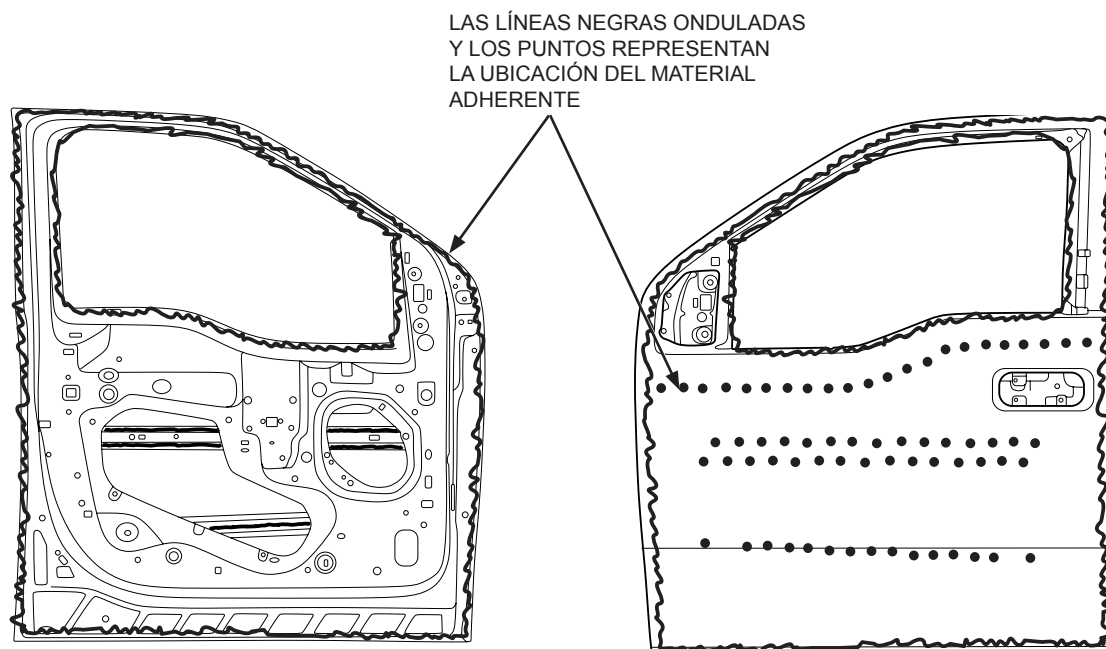

FIGURA 1
15. Aplique material adherente para metales en las siguientes áreas: reborde de la pestaña de repuesto, barra vibratoria de conexión al panel exterior y refuerzo de la correa exterior de conexión al panel exterior. (Consulte la Figura 1).
ATENCIÓN: La ubicación de los remaches autoperforantes y el adherente de fijación que se muestra más abajo está basada en los planos de fabricación originales y solo deberá usarse a modo de guía orientativa. (Consulte la Figura 1).